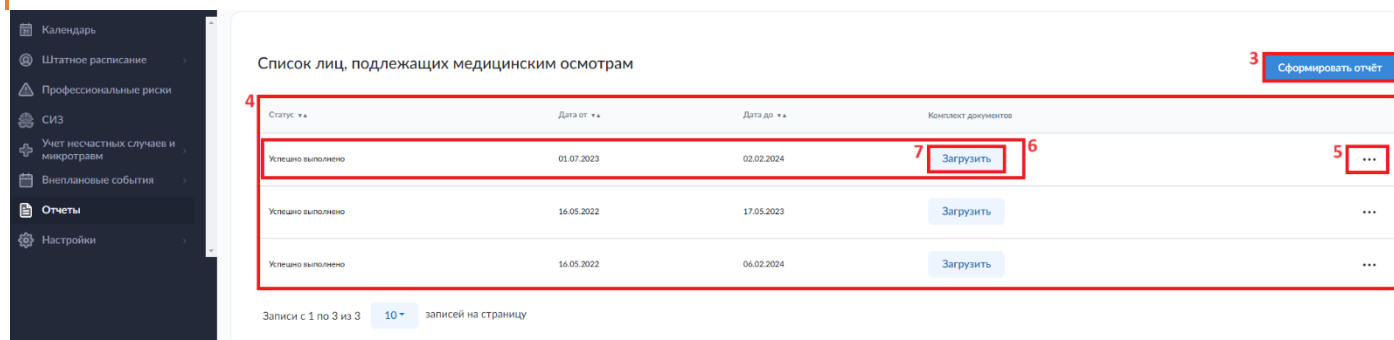
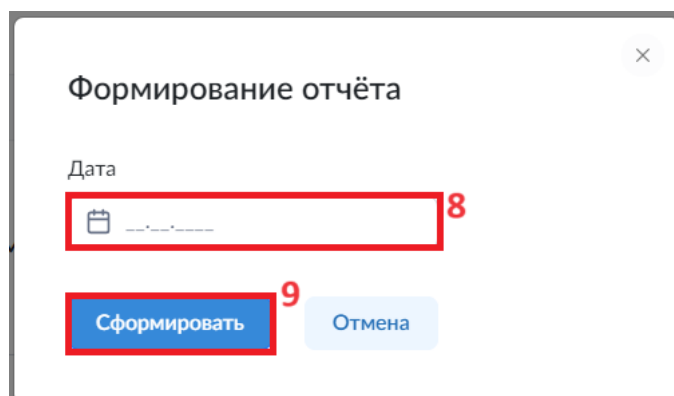

Рисунок 118. Раздел «Отчеты». Подраздел «Медицинские осмотры».
Рисунок 119. Раздел «Отчеты». Подраздел «Медицинские осмотры». Всплывающее окно формирования списка лиц, подлежащих медицинским осмотрам.
В открывшемся окне (рис. 118), для того чтобы сформировать новый Список лиц, подлежащих медицинским осмотрам необходимо нажать на кнопку «Сформировать отчет» (3); в всплывающем окне (рис. 119) – указать дату формирования отчета (8) и нажать на кнопку «Сформировать» (9).